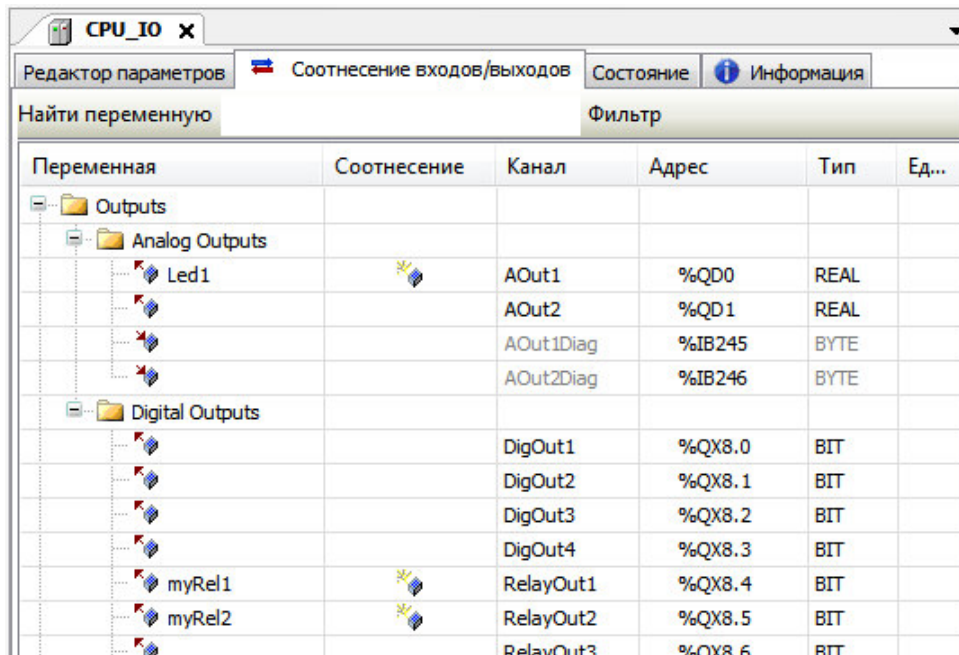

Рисунок 5.8 – CoDeSys. Закладка *Соотнесение входов/выходов*
6. В столбце *Переменная* (нажав на ячейке двойным щелчком левой кнопки «мыши») ввести имена переменных в соответствии с описанием (рисунок 5.8):